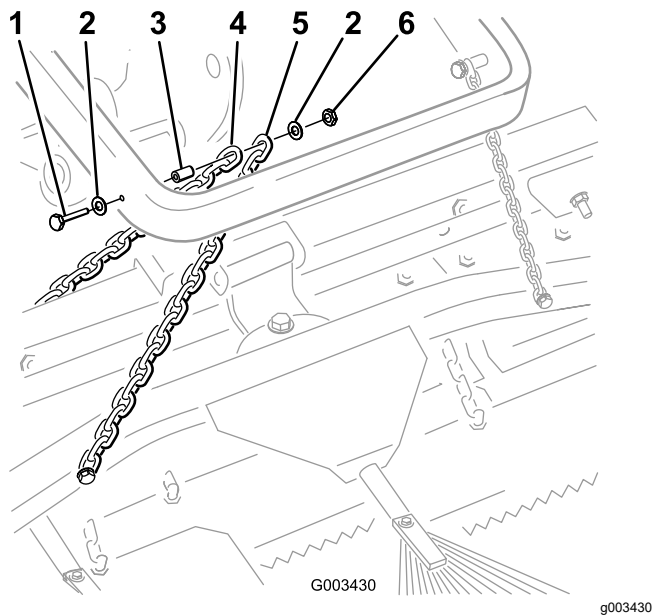

Figura 6
- B. Fixai fiecare lan pe partea laterală a braului de ridicare cu un urub (3/8 × 2-1/2"), 2 aibe (3/8 × 7/8"), un distanțier și o piuliță (3/8") aa cum se arată în Figura 6.